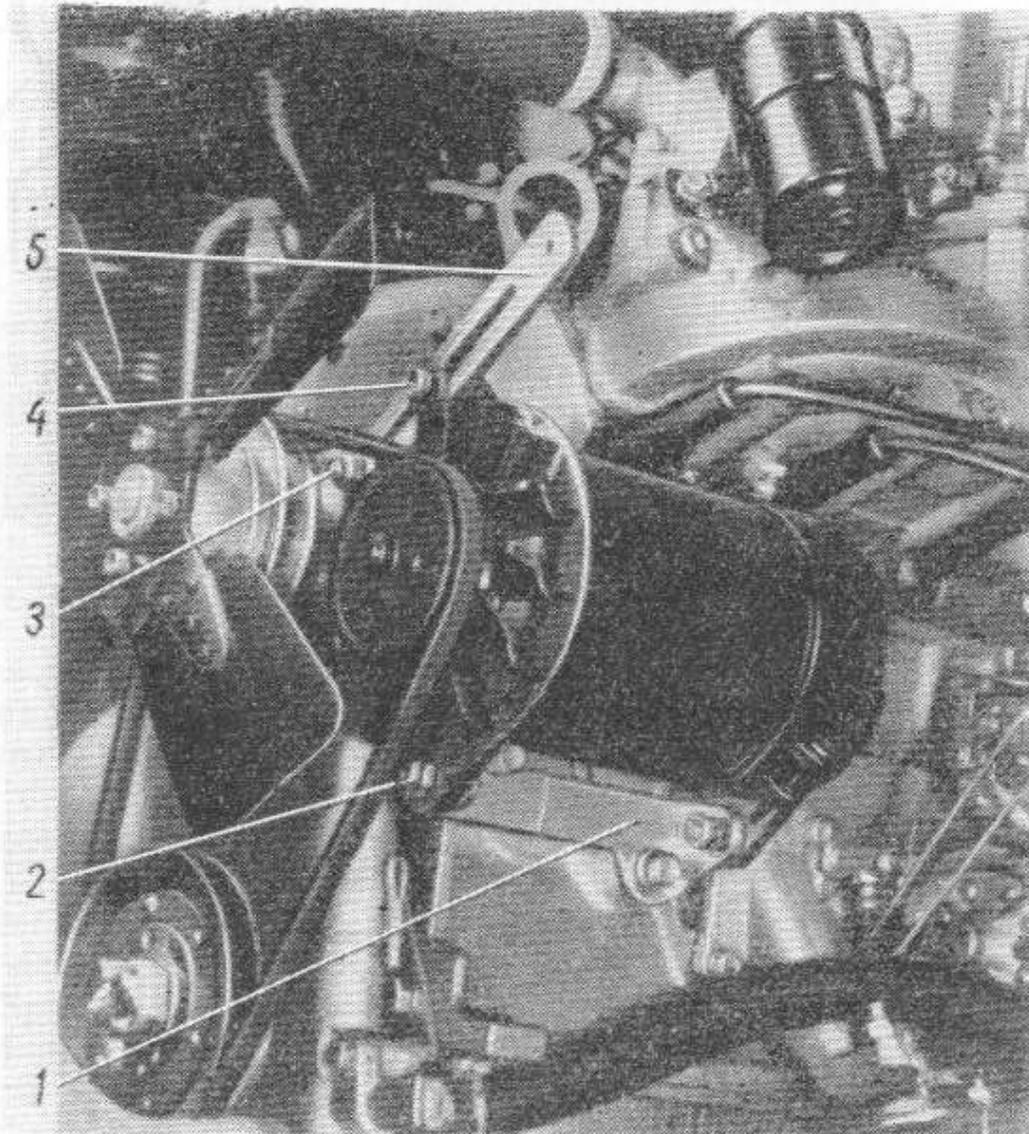

Bild 30. Anbau der Lichtmaschine am Motor:
12...15 mm. Um den Riemen nachzuspannen, lockert man zunächst die Mutter für Schraube 4 (Bild 30) mit der die Lichtmaschine an der Stellschiene 5 befestigt ist, sodann die Mutter 3 der Schraube, die zum Anbau der Stellschiene und des Wasser-
pumpengehäuses an den Zylinderblock dient, und endlich die Muttern und Gegenmütern 2 der Schrauben, mit denen die Lichtmaschine an ihrem, am Zylinderblock angebrachten Tragbügel 1 angelenkt ist. Danach schwenkt man die Lichtmaschine in Richtung vom Zylinderblock soweit, daß der zwischen den Riemenscheiben der Wasserpumpe und der Lichtmaschine laufende Trum durch einen mäßigen Druck von Hand auf ein Maßstablineal um 12...15 mm durchgebogen werden kann (Bild 31). In dieser Stellung der Lichtmaschine zieht man die Mutter für Schraube 4 (Bild 30) an und prüft die Riemenspannung. Wenn